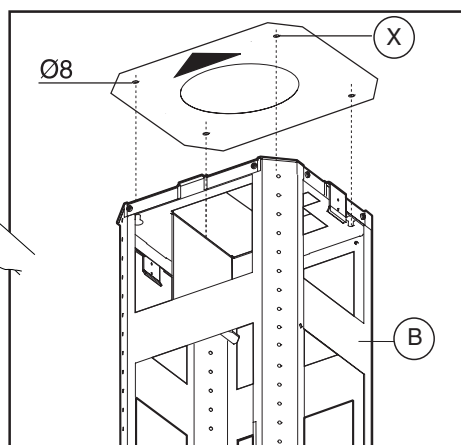

Fig.3
- Posizionare la dima di foratura sul soffitto facendo attenzione che la freccia sia posizionata nello stesso lato del comando dell'apparecchio (Fig.3).